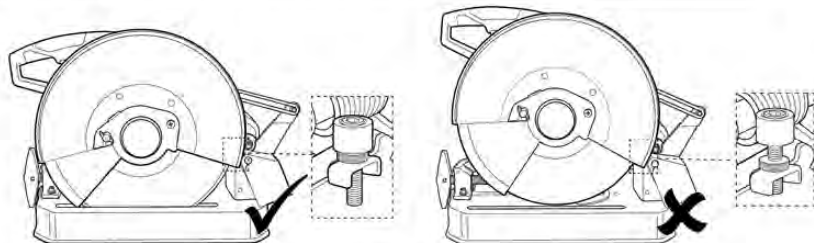

Fig.4
AVERTIZARE! Marginea exterioră a discului de tăiere trebuie poziționată în cadrul deschiderii (Fig. 4)! Atunci când reglați, asigurați-vă că marginea exterioră nu este poziționată prea adânc și nu atinge suprafața de sub deschidere!
- > Slăbiți șuruburile de montare (8a) cu cheia hexagonală (29) și îndepărtați-le de pe masa de tăiere (13) împreună cu inelele elastice (8b), șaibele (8c) și reglorul de unghi (8).
- > Poziționați reglorul de unghi (8) în în poziția necesară și asigurați-l pe masa de tăiere (13) cu piulițele (8c), inelele elastice (8b) și șuruburile de montare (8a) (Fig. 4).